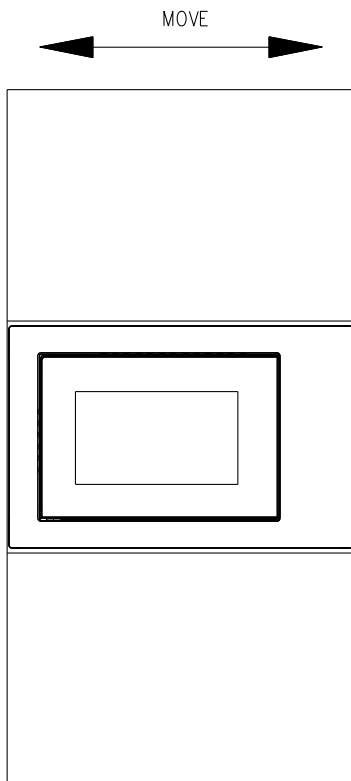

Fig.3
c) Mova o produto paralelamente no armário de cozinha e de acordo com a direcção da seta na figura e mantenha-o centrado. (Fig.3)